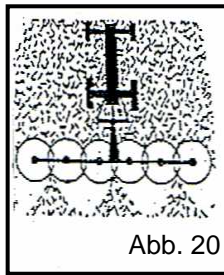

Abb. 20
- Abb. 20 : Wenden in der Fläche